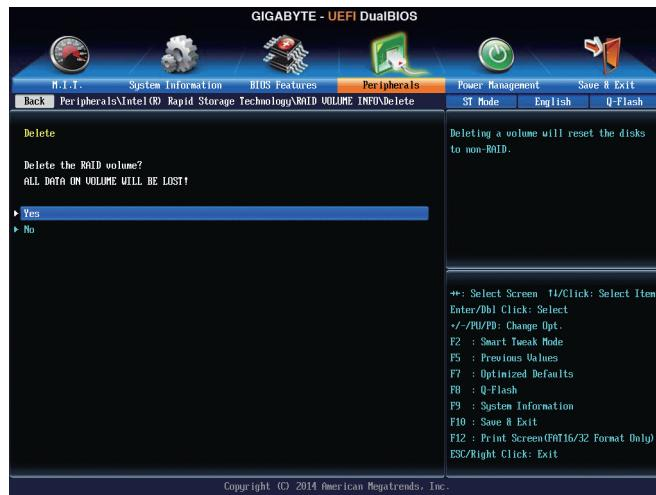

図 8
RAID アレイを削除するには、Intel(R) Rapid Storage Technology 画面において削除するボリューム上で **<Enter>** を押します。RAID VOLUME INFO 画面に入ったら、**Delete** で **<Enter>** を押して Delete 画面に入ります。**Yes** で **<Enter>** を押します(図 8)。